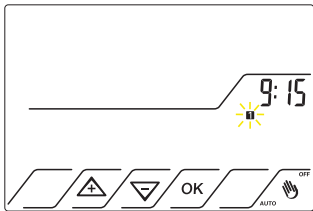

Fig.12
3.7 Premere il tasto OK per confermare. Lampeggia la scritta **1** (lunedì). Fig.12